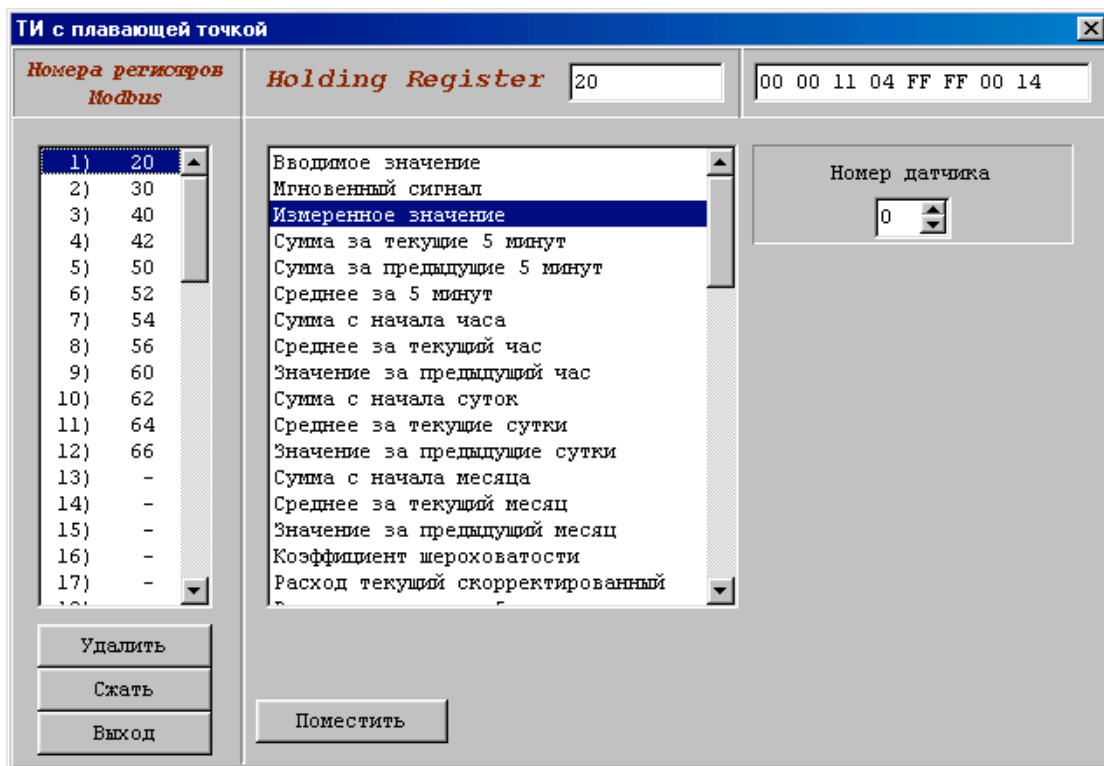

Рисунок 3.10 – настройка ТИ с плавающей запятой
3.2.4.11 При настройке телеизмерения параметров с плавающей запятой (рисунок 3.10) номера регистров произвольны. Однако, если планируется считывать одной командой сразу несколько параметров с последовательными номерами, шаг их адресов должен быть равен двум. Войдя в настройку, выберите в окне имен требуемый параметр, в окне номеров – требуемый номер трубопровода, датчика или архива. Для архивных параметров, относящихся к конкретной дате, назначьте эту дату в окне «дата». Для внесения настройки нажмите клавишу «поместить». Далее переходите к следующему адресу; по окончании нажмите клавишу «выход» и переходите к следующим операциям.